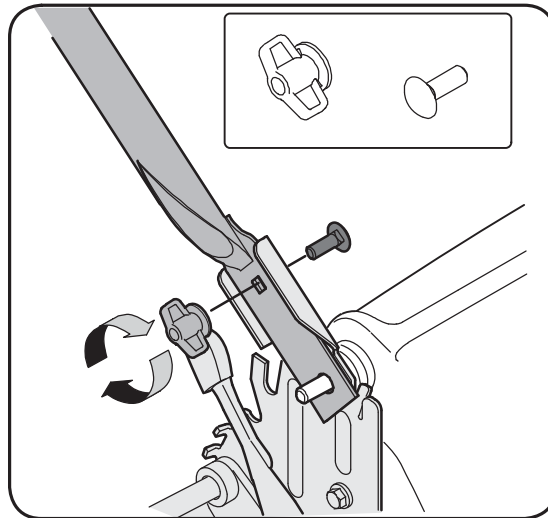

Figure 3-2
- Placez un boulon ordinaire (dans le sachet de boulonnerie fourni avec la machine) dans le trou supérieur du support de montage de droite du guidon, en procédant de l'intérieur vers l'extérieur. Voir la Figure 3-2. Maintenez-le en place avec un écrou à oreilles. Répétez de l'autre côté.